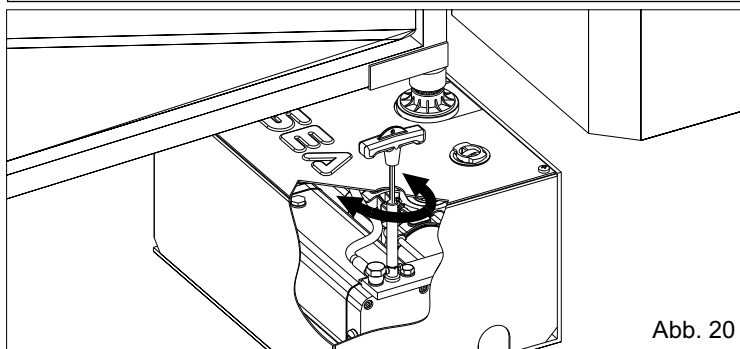

Abb. 20
- Den Schlüssel in die Verlängerung der Entriegelung einführen und den Hebel um ca. 180° gegen den Uhrzeigersinn drehen (Abb. 20).